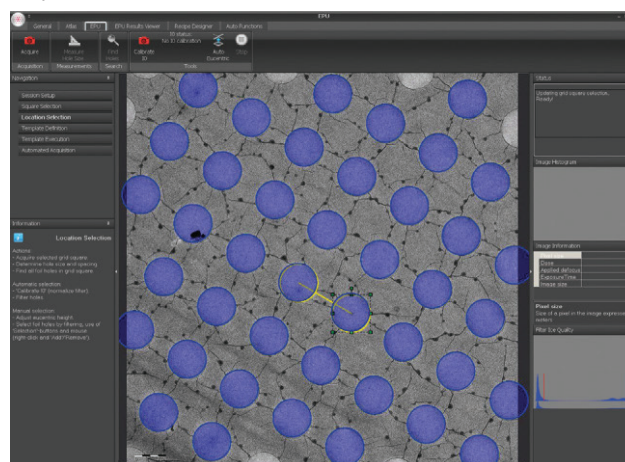

Рисунок 2: Выбор углублений внутри квадратов сетки.
2. Выбор областей для исследования. Программа позволяет выбрать для исследования отверстия в сеточке целиком, а также отдельные области под большим увеличением. Данная функция работает как в ручном, так и в автоматическом режиме (Рис. 2).